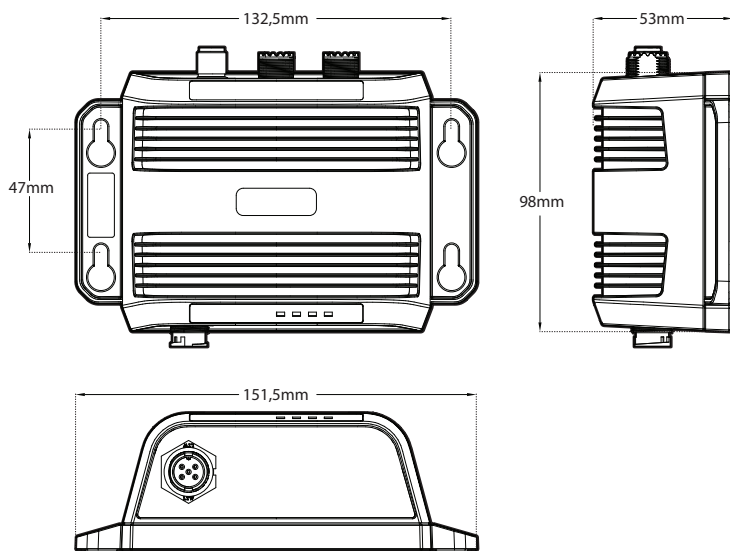

Figura 4 Dimensões do NSPL-500
- Deve haver espaço suficiente à volta do NSPL-500 para o encaminhamento dos cabos. Consulte a Figura 4 para obter informações mais detalhadas sobre as dimensões do NSPL-500.